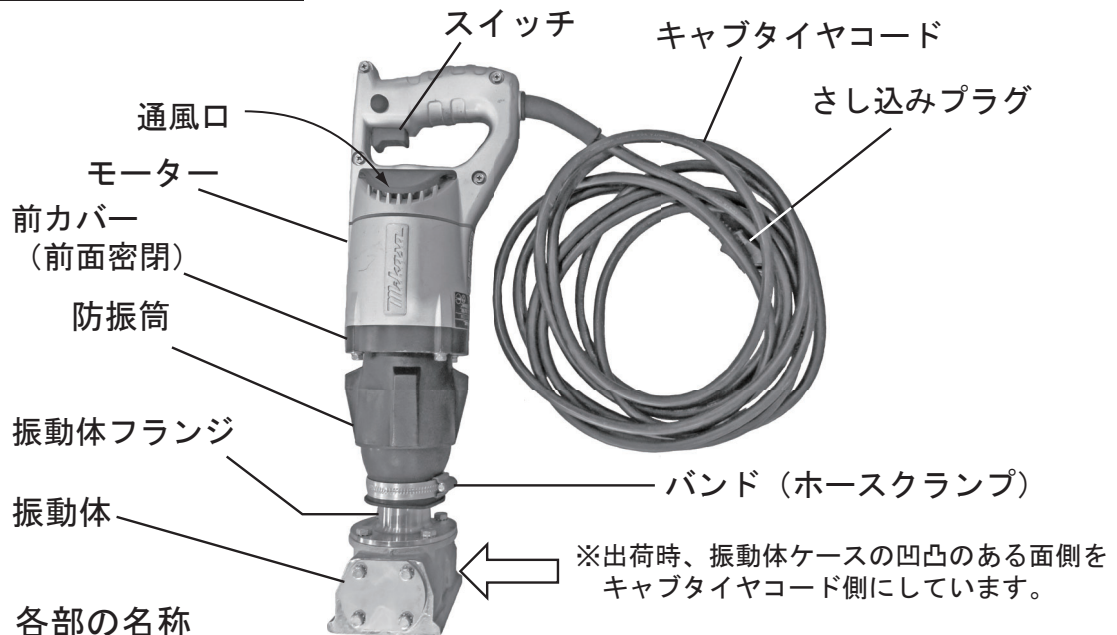

図 1 : 各部の名称
- スイッチが入っているのを知らずにさし込みプラグを電源に接続すると不意に起動し思わぬ事故のもとになります。スイッチ引金(P6 図1参照)を引くと入り、離すと切れます。
- 通風口が塞がれると、加熱し焼損する恐れがあります。(P6 図1参照)